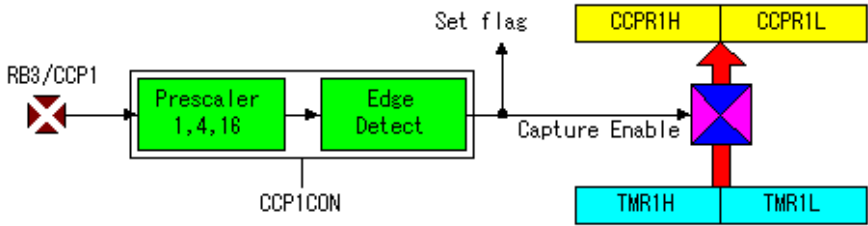

Figura 1.84: Captura
- **Captura.** La función de captura toma los 16 bits del registro Temporizador1 cuando ocurre un evento en el pin RB3/CCP1 (ver figura 1.84). Esta operación se puede usar para medir el periodo de una señal.